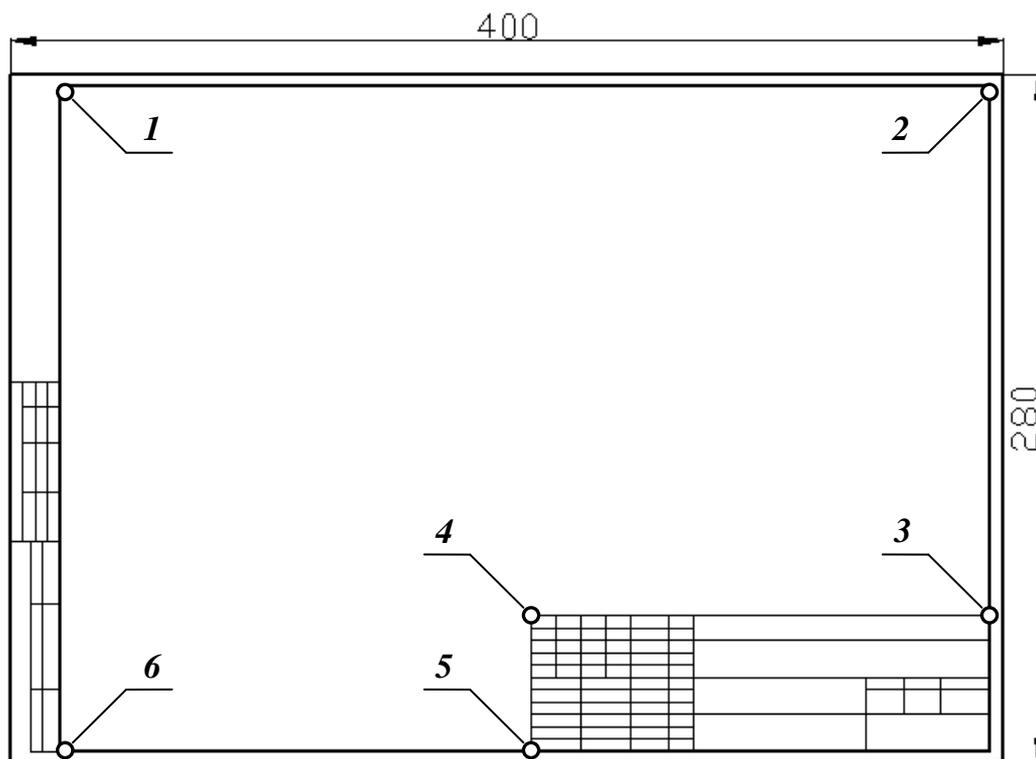

Рис. 1.1. Наружная рамка и основная надпись
Вес основных линий должен быть 0,6-0,8 мм (т.е. значение «Послою»), вспомогательных: 0,3-0,4 мм (для изменения используйте управляющий список **Веса линий** панели Свойства). Наружная рамка должна иметь размеры 400×280 мм. В процессе рисования можно изменять интервал привязки до 1 мм. Размеры рамки и основной надписи приведены на рис. 1.1 и 1.2.
**Создание видового экрана.** На панели Видовые экраны (вкладка Вид) нажмите кнопку «Многоугольный» и мышкой выделите область видового экрана по шести углам внутри рамки – рис. 1.1.